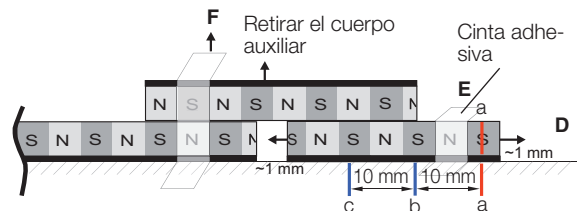

Fig. 4-11: Efectuar las tres marcas a, b y c
5. Desplace el segundo cuerpo de medición M2 por debajo del cuerpo auxiliar en una y otra dirección hasta percibir la mayor fuerza de atracción. En dicha posición estable, fije el cuerpo de medición M2 con cinta adhesiva. Retire el cuerpo auxiliar (Fig. 4-11). M1 y M2 ahora están alineados entre sí con los polos sincronizados.
6. Marque el cuerpo de medición M2 y la pieza de la máquina en una posición (a) cualquiera (Fig. 4-11). Desde esta marca, y en dirección al punto de contacto, realice solo sobre la pieza de la máquina otras dos marcas (b y c) a una distancia cada una de 1 par de polos (10 o 20 mm).